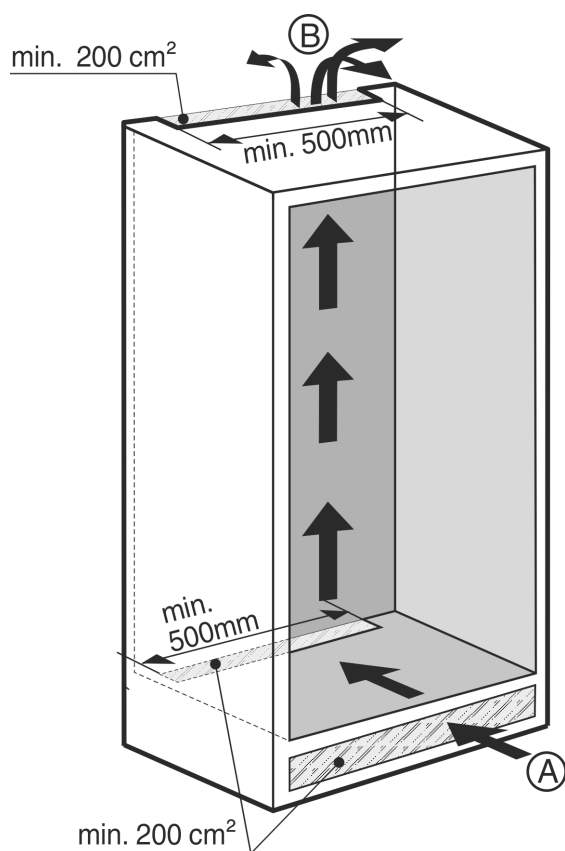

Fig. 3
- Il doit y avoir un espace de ventilation efficace d'au moins 200 cm2 par appareil au niveau de l'entrée d'air Fig. 3 (A) et la sortie d'air Fig. 3 (B).